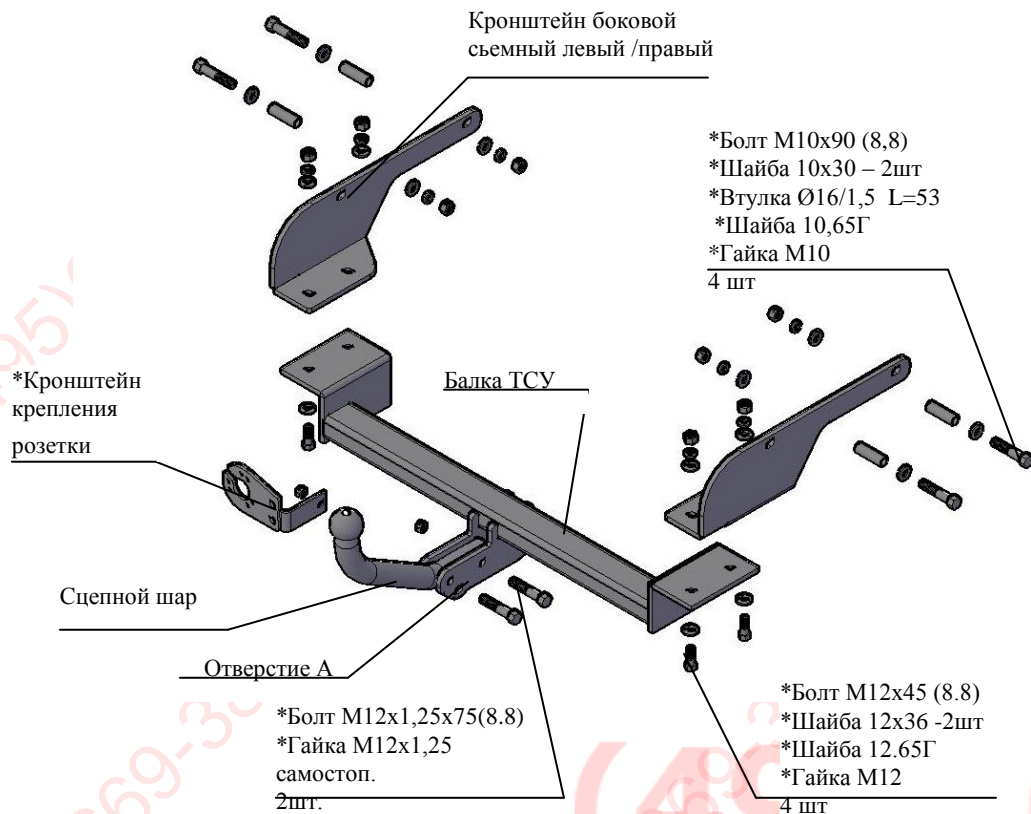

Рис.1 Тягово-сцепное устройство 7750 .
2.1 ТСУ 7750. в сборе (рис.1)	1 шт.
2.2 Пакет с комплектующими (см. рис.1)	1 шт.
4.2 Закрепить боковые съемные кронштейны к боковым внутренним полкам лонжеронов а/м (правый и левый как показано на рис.1) болтами М10х90 и гайками М10, вставляя дистанционные втулки и шайбы 10х30 из багажника автомобиля, подложив под гайки шайбы 10.65Г и шайбы 10х30 Крепеж не затягивать.